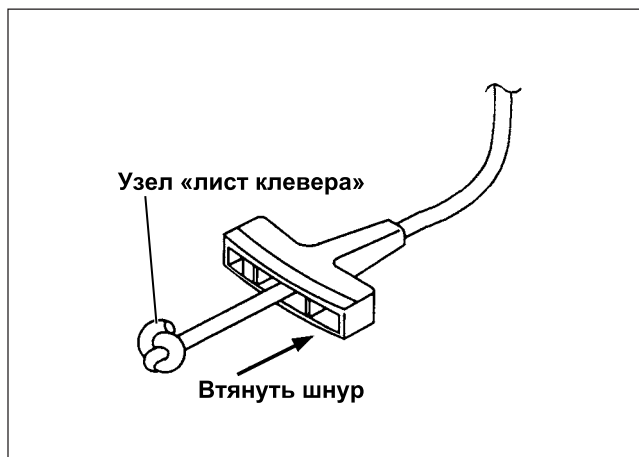

Рис. 9-6
- (4) Пропустить шнур стартера через рукоятку и завязать конец шнура, чтобы получился плотный узел «лист клевера», как показано на рис. 9-6. Затем вставить узел в рукоятку.
- (5) Пропустить другой конец шнура через кожух стартера к шкиву и сделать узел, как показано выше, затем надежно вставить конец шнура в соответствующий паз шкива.